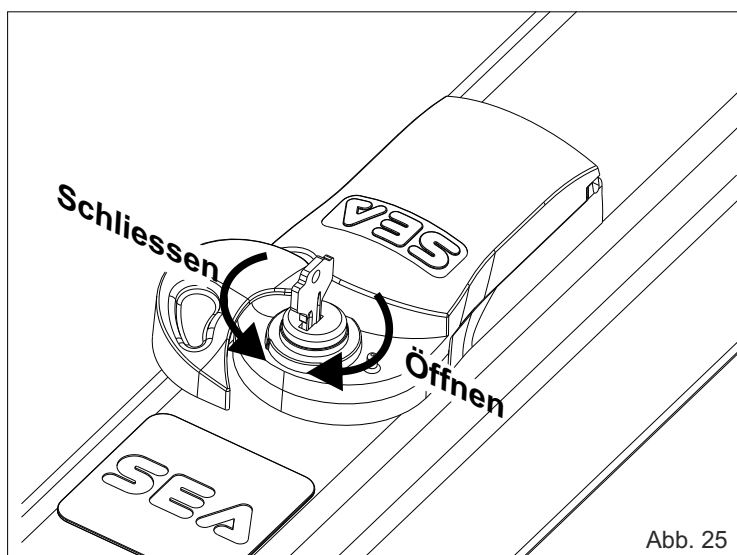
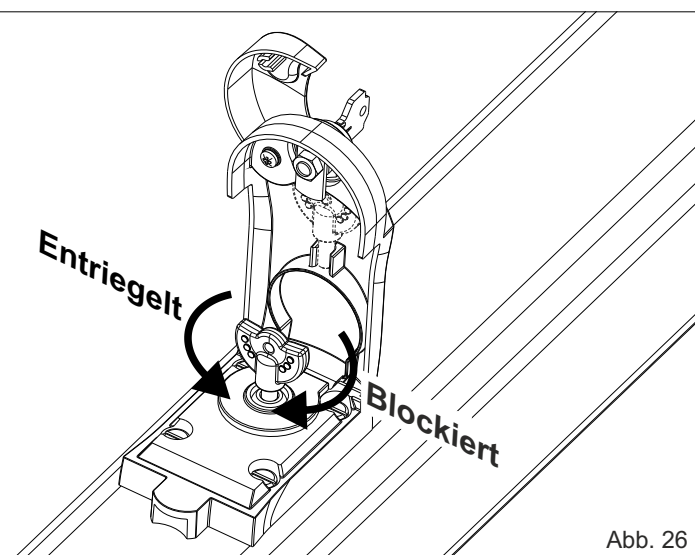

Abb. 25
Abb. 26
**Entriegeln:** Schlossabdeckung öffnen, Schlüssel einführen, ca. 90° im Uhrzeigersinn drehen, (Abb. 25) und Klappe öffnen. Roten Schlüssel unter der Klappe entnehmen, einführen und um 90° gegen den Uhrzeigersinn drehen (Abb. 26)
Roten Schlüssel im Uhrzeigersinn bis zur Verriegelung drehen (Abb. 26) Schlüssel entnehmen und unter der Klappe verstauen, Klappe wieder schliessen.